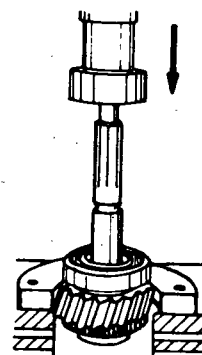

Fig. 8
- b Pressione o rolamento para fora da árvore usando um extrator (fig. 8) e retire o deflector de óleo.